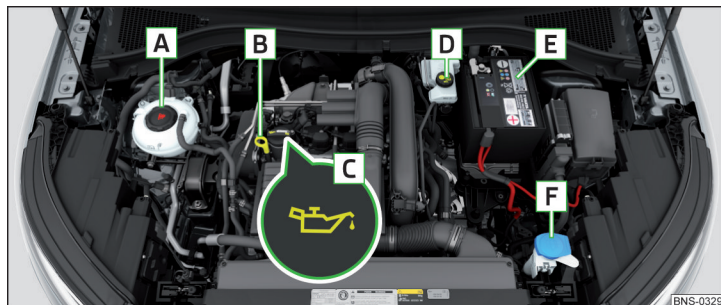

Fig. 325 Exemple de disposition dans le compartiment moteur
- ▶ Dévissez le bouchon de l'orifice de versement d'huile moteur **C** » fig. 325 à la page 294.